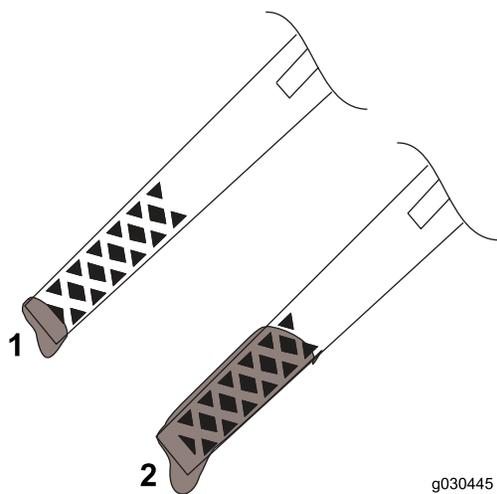

Figura 17
- Si el nivel de aceite está por debajo de la marca Add (añadir) de la varilla (Figura 17), añada aceite. Consulte Cómo cambiar el aceite del motor \(página 16\).
- Si el nivel de aceite está por encima de la marca Lleno (Figura 17), drene el exceso de aceite hasta que el nivel llegue a la marca Lleno de la varilla; consulte Cómo cambiar el aceite del motor \(página 16\).